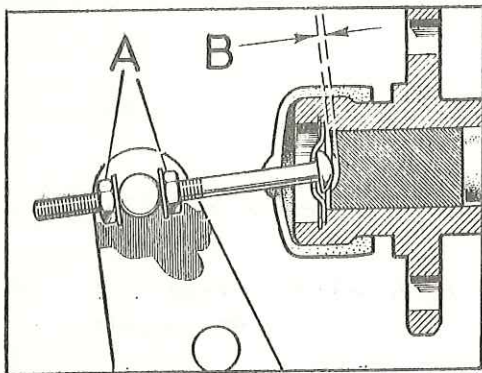

Fig. H-23 Ajuste de la varilla de empuje
- 2.9. Aflojar las contratuercas, A (Fig. H-23), de las varillas de empuje, y ajustar ésta haciéndola girar hasta que exista un juego libre de 1,5 mm, entre aquélla y el émbolo del cilindro, apretando seguidamente las contratuercas.